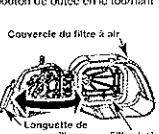

Fig. 17
4. Insérez les deux sections de 150 mm (6 pouces) du fil dans les deux encoches de retenue 0,095 (Fig. 17).